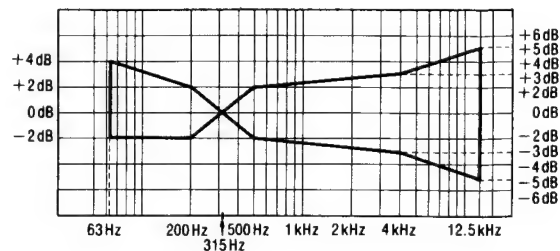

Fig. 2
2. Vérifier que la fréquence soit en deçà de la plage montrée à la Fig. 2, à la fois pour le canal de gauche et le canal de droite.